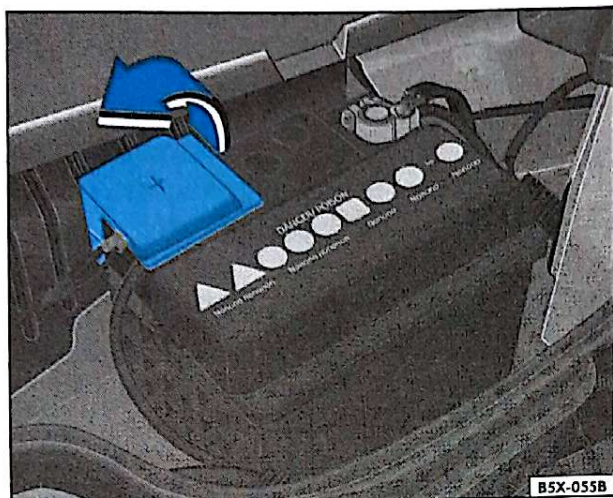

Fig. 143 Compartimento do motor: ponto para conexão dos cabos auxiliares de partida
- Desloque a cobertura do terminal positivo ⇒ fig. 143 -seta-.